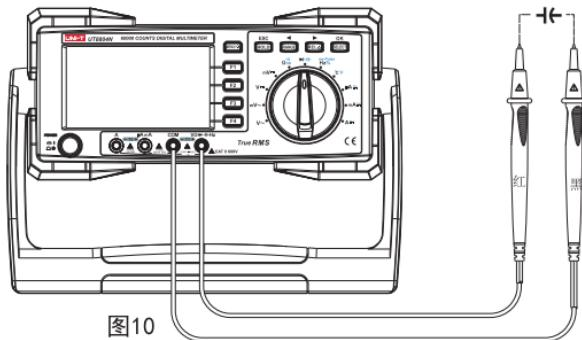

图10
- (1) 将红表笔插入 "►" 插孔，黑表笔插入 "COM" 孔。
- (2) 将仪表的旋转开关转到 "►◄" 测量档，按SELECT键选择电容测量档，如图10. 将表笔并联到被测电阻两端上。